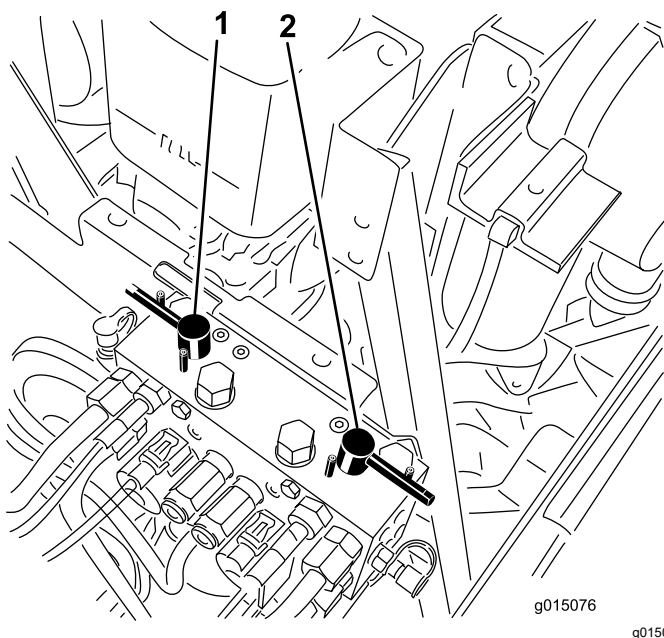

Bild 105
4. Wählen Sie entweder den vorderen, hinteren oder beide Läpphebel aus, um festzulegen, welche Geräte geläppt werden (**Bild 105**).